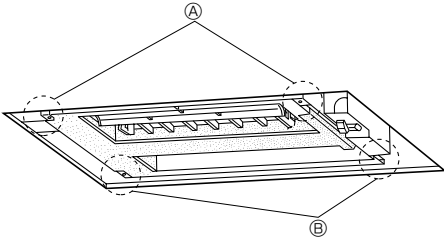

图 5-2
①	格栅	1
②	螺钉	6	M5 × 0.8 × 16
③	螺钉	1	4 × 16
- ④ 固定格栅的位置
- ⑤ 固定格栅的位置
- ⑥ 室内机组
- ⑦ 天花板表面
- ⑧ 排水盘
- ⑨ 固定前侧格栅的位置
- ⑩ 确保这些表面彼此平整（0-3 毫米）。
5.2. 在安装到位置前进行检查（图 5-2, 3）